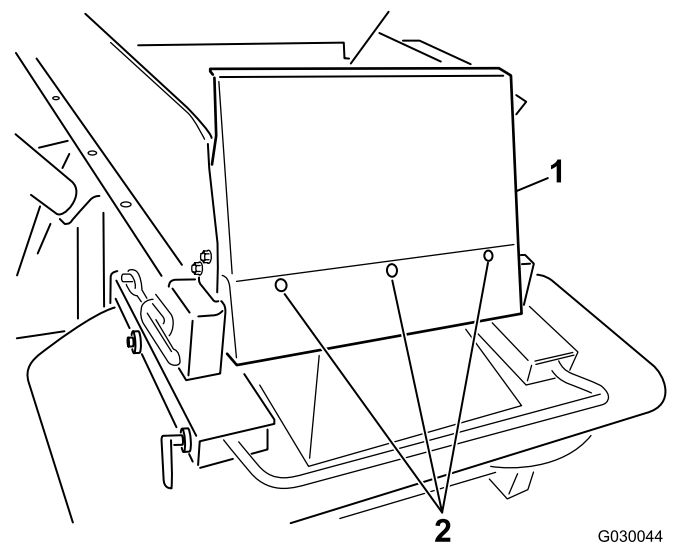

図 7
6. ホッパーガードを取り付ける付属のボタン形ボルト $\frac{1}{4} \times \frac{5}{8}$ " とナイロンロックナットを使用する 図 7。